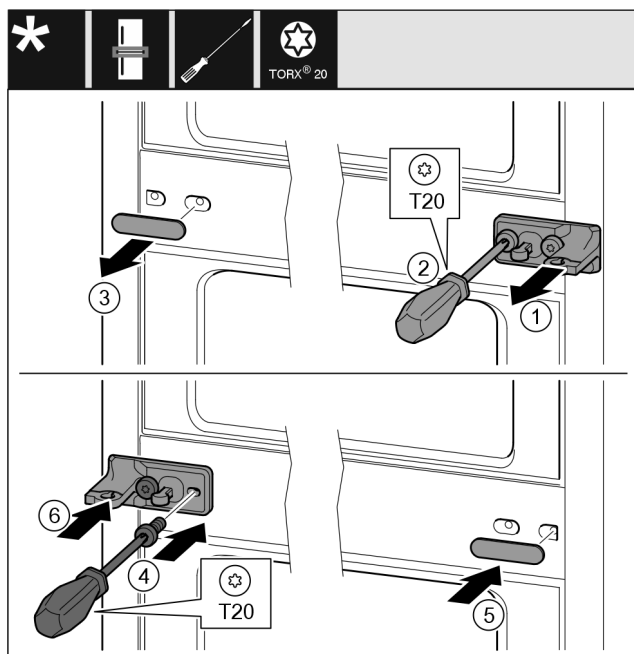

Fig. 12
- ▶ Αφαιρέστε τη ροδέλα Fig. 12 (1).
- ▶ Ξεβιδώστε τις βίδες Fig. 12 (2) με κατσαβίδι.
- ▶ Τραβήξτε προσεκτικά το κάλυμμα Fig. 12 (3).
- ▶ Βιδώστε το στήριγμα με τη μεμβράνη Fig. 12 (4) περιστρέφοντάς το 180° στην άλλη πλευρά.
- ▶ Εφαρμόστε το κάλυμμα Fig. 12 (5) περιστρέφοντας το κατά 180° στην άλλη πλευρά.
- ▶ Περάστε τη ροδέλα Fig. 12 (6) από μπροστά.